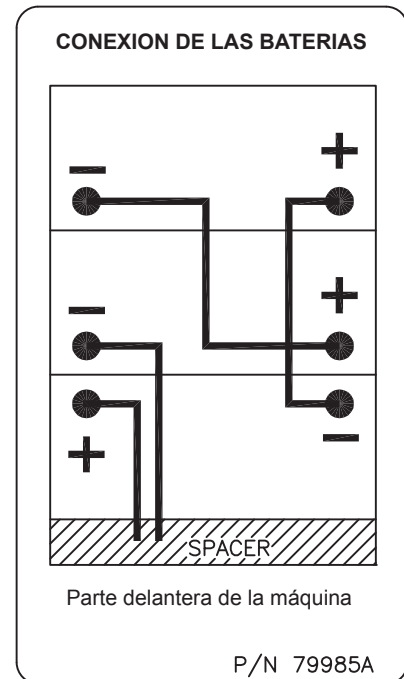

Figura 5
1. Asegúrese de que el interruptor de llave se encuentre en la posición "OFF" (O).
2. Coloque cuidadosamente las baterías en la bandeja de baterías. Ordénelas de la forma que se muestra en la figura 5.
3. Instale los cables de la batería como se muestra en la figura 5, con los terminales marcados con la letra "P" en los bornes positivos de la batería y los terminales marcados con la letra "N" en los bornes negativos. Coloque los cables de manera tal que se puedan quitar las tapas fácilmente cuando sea necesario agregar agua a las baterías.